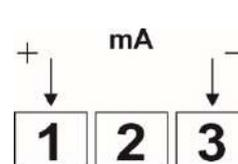

Figura 13 – Conexão para 0-20 mA e 4-20 mA
- **0-20 mA e 4-20 mA:** A Figura 13 indica como fazer as conexões para os sinais de corrente.